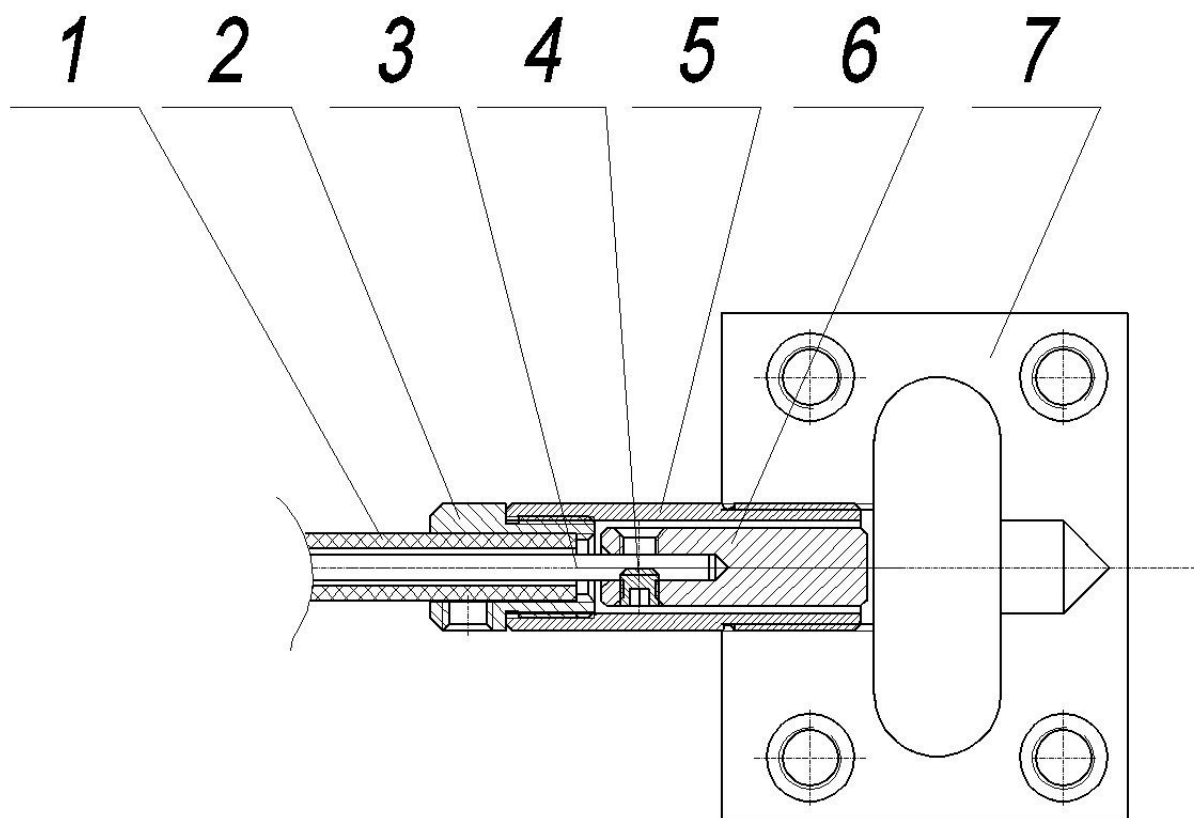
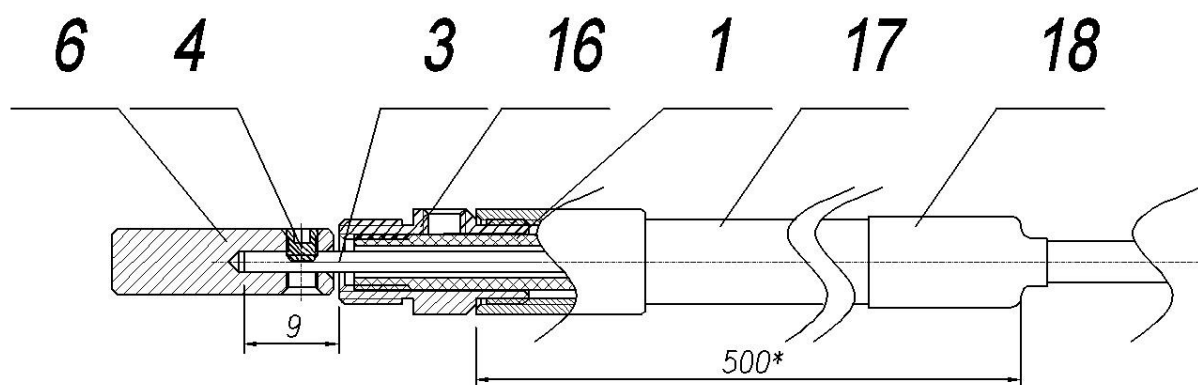

рис.1
рис.8
3. собрать замковый механизм согласно рис.1 при необходимости уменьшив длину оболочки приводного троса (см стр рис.8)
9. Проложить пластиковую оболочку скрытно таким образом, чтобы с наружной стороны автомобиля было невозможно ее устранение или повреждение. Если это условие невозможно выполнить, необходимо воспользоваться защитным кожухом пластиковой оболочки (рис.8).
условие невозможно выполнить, необходимо воспользоваться защитным кожухом пластиковой оболочки (рис.8).